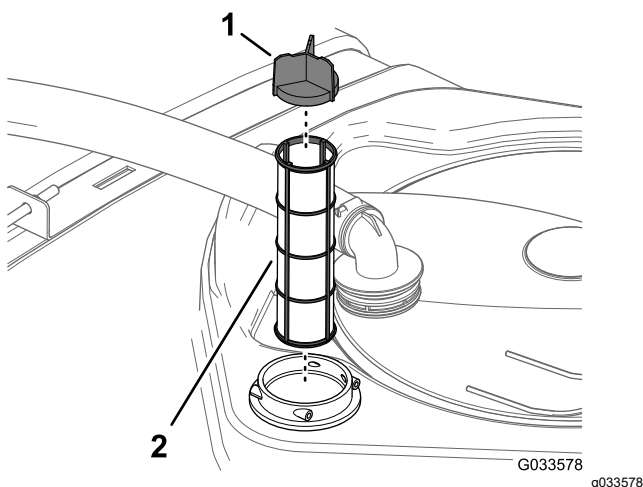

Figura 52
4. Estraete il filtro di aspirazione dall'alloggiamento del filtro nel serbatoio (Figura 52).